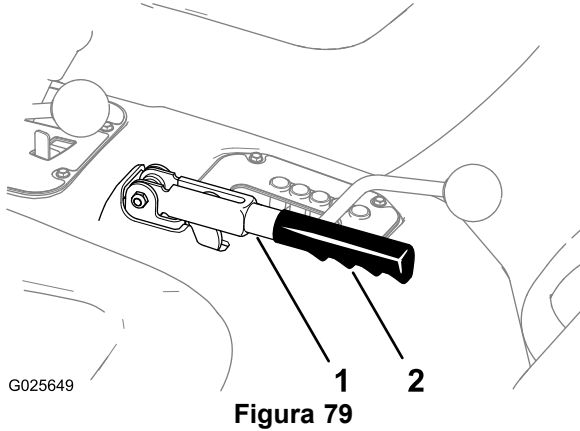

Figura 79
1. Retire a pega de borracha da alavanca do travão de mão (Figura 79).
5. Coloque a pega de borracha na alavanca do travão de mão (Figura 79).